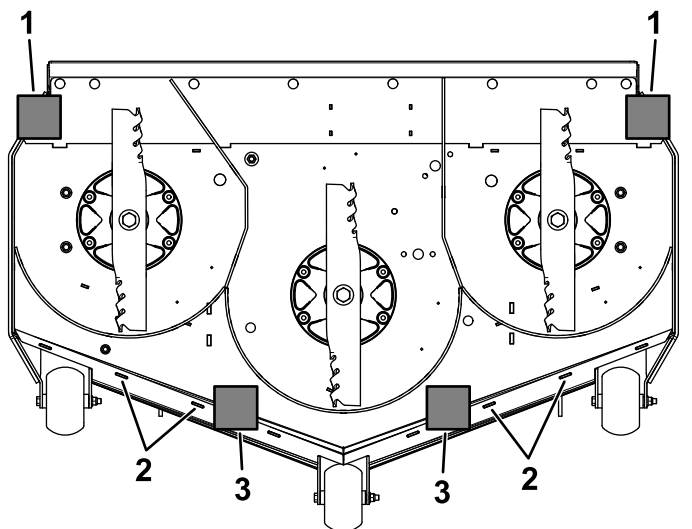

Figure 79
9. Placez une cale (voir le Tableau de hauteur de cale et d'inclinaison) sous le bord arrière de la jupe du plateau de coupe de chaque côté du plateau de coupe (Figure 79).
12. Tournez les lames avec précaution pour qu'elles soient parallèles dans le sens transversal (Figure 79).